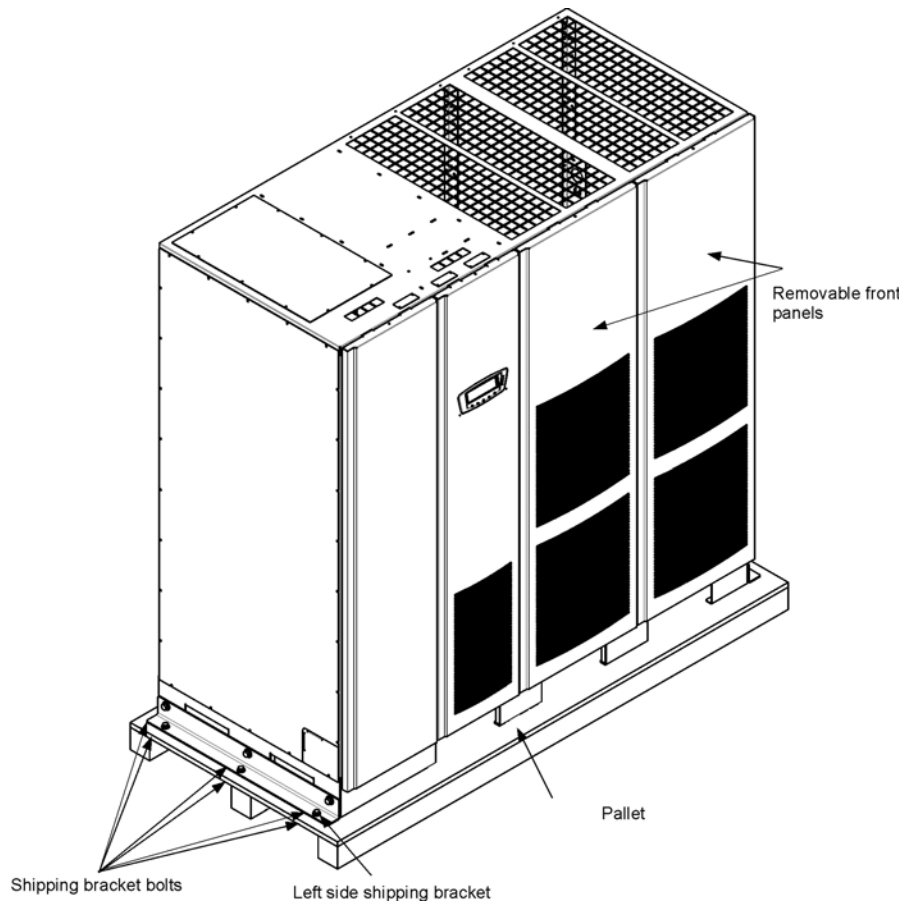
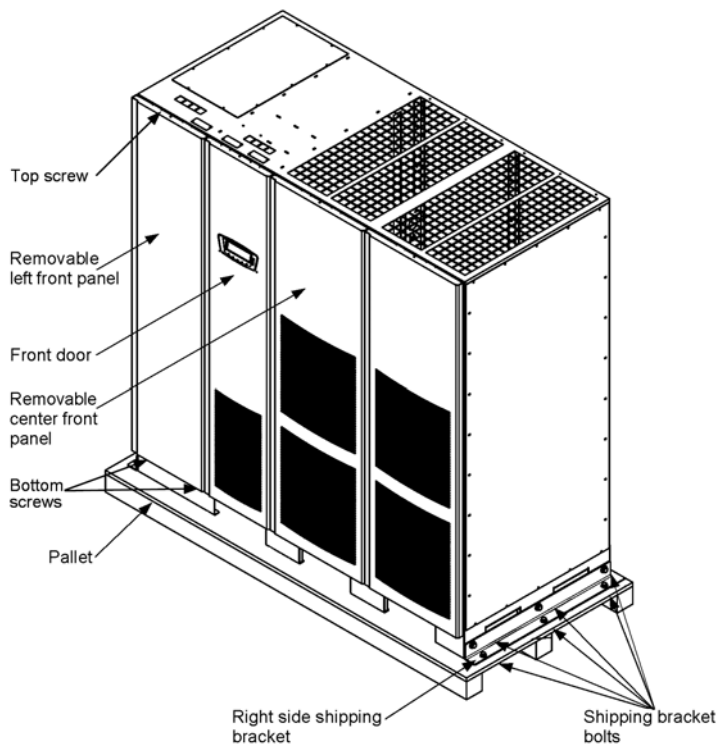

Abbildung4-1. Entfernen der linken Seitentransportstütze
Abbildung4-2. Entfernen der rechten Seitentransportstütze
2. Entfernen Sie die drei Bolzen, die die linke Seitentransportstütze am Schrank sichern, und die drei Bolzen, die die Stütze an der Palette befestigen (siehe Abbildung 4-1). Entfernen Sie die linke Transportstütze. Falls Sie den Schrank dauerhaft befestigen, bewahren Sie die Transportstütze und die Schrauben für eine spätere Verwendung auf.
3. Entfernen Sie die drei Bolzen, die die rechte Seitentransportstütze am Schrank sichern, und die drei Bolzen, die die Stütze an der Palette befestigen (siehe Abbildung 4-2). Entfernen Sie die rechte Transportstütze. Falls Sie den Schrank dauerhaft befestigen, bewahren Sie die Transportstütze und die Schrauben für eine spätere Verwendung auf.
9. Installieren Sie mithilfe der aufbewahrten Schrauben die in den Schritten 2 und 3 auf der linken und rechten Seite des USV-Schranks so, dass der Winkel nach außen zeigt (siehe Abbildung 4-1 und Abbildung 4-2).
1. Entfernen Sie eine obere Schraube und zwei untere Schrauben, die die linke Frontplatte der USV sichern (siehe Abbildung 4-2 auf Seite 29). Heben Sie die Frontplatte gerade an, um sie aus der Aufhängungsklammer am oberen Ende des Schranks auszuhängen.
2. Falls noch nicht geschehen, entfernen Sie eine obere Schraube und die beiden unteren Schrauben, mit denen die linke Frontplatte der USV befestigt ist (siehe Abbildung 4-2 auf Seite 29). Heben Sie die Frontplatte gerade an, um sie aus der Aufhängungsklammer am oberen Ende des Schranks auszuhängen.